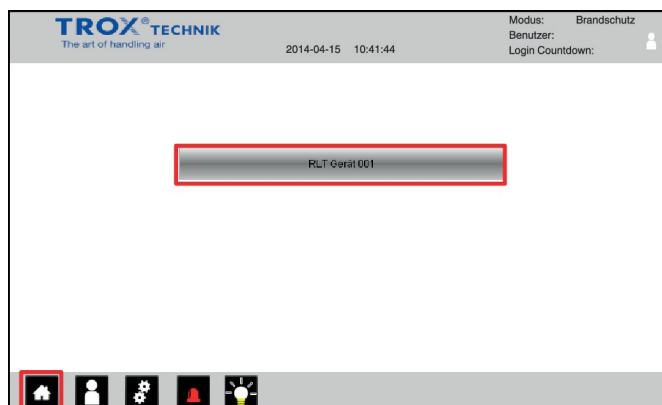

Abb. 19: Bildschirm Anlagenübersicht öffnen Variante 2
- ▶ Auf dem Startbildschirm die Schaltfläche ( Abb. 19 ) oder die Schaltfläche im Bedienbereich ( Abb. 19 ) drücken.